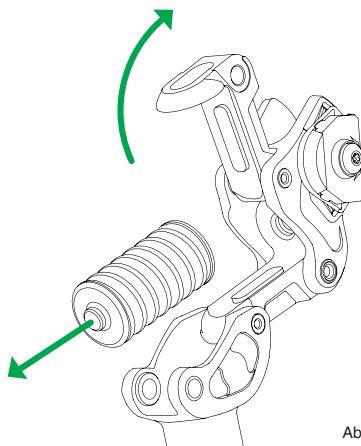

Abb. 10.1.3
3. Schwenken Sie den hinteren Federarm im kleinen Kopfgelenk nach oben, bis das Federelement sich aus der Justierung im Federteller löst. Nun können Sie das Federelement von Hand entnehmen. (s. Abb. 10.1.3) Nutzen Sie diese Gelegenheit, um den Zustand der Elastomer-Dämpferelemente in Sattelstützenbasis, Federarmen und Kopf der G.2 zu prüfen, und den inneren Bereich der Federelementaufnahme zu säubern!